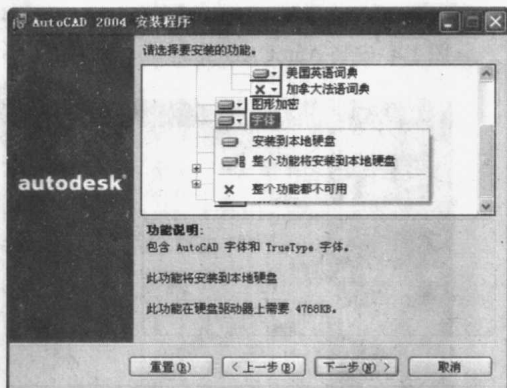

图 1-7 安装 AutoCAD 2004 ——定制安装内容
(7) 对要安装的内容进行选择。如图 1-7 所示, AutoCAD 2004 提供了程序文件、纹理贴图、CAD 标准扩展、XML/数据扩展、许可证转移管理、字体、VBA 支持、Volo View Express、数据库、教程、词典、样例、批处理打印等内容, 供不同要求的用户进行选择。